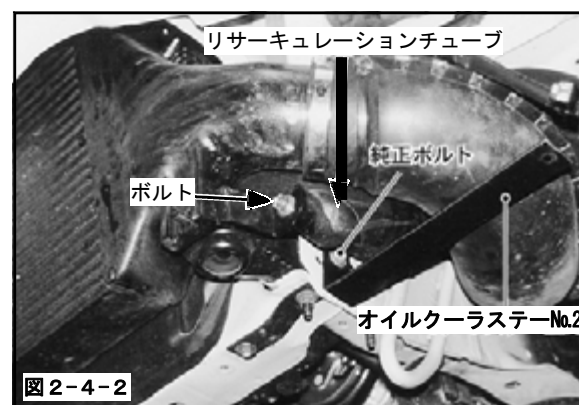

図2-4-2
- (2) 純正ボルトを使用し、ボディにオイルクーラスターNo.2を取付けてください。(図2-4-2) (P7×1)
※ 取付けの際、図2-4-2の矢印のボルトを外しリサーキュレーションチューブを上へ逃がして、オイルクーラスターNo.2を取付けた後、ボルトを元の位置で締めてください。